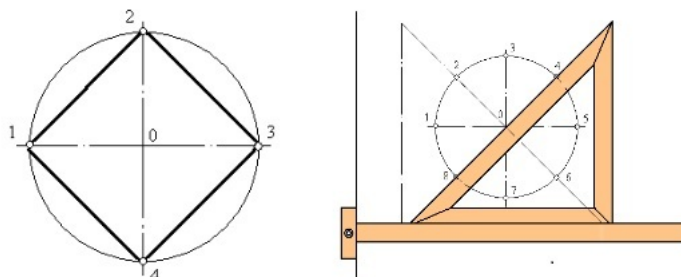

Рис. 3. Деление на четыре части, восемь частей.
1. Деление окружности на четыре равные части и построение правильного вписанного четырехугольника. Две взаимно перпендикулярные центровые линии делят окружность на четыре равные части в (рис. 3). Соединив точки пересечения этих линий с окружностью прямыми, получим правильный вписанный четырехугольник.